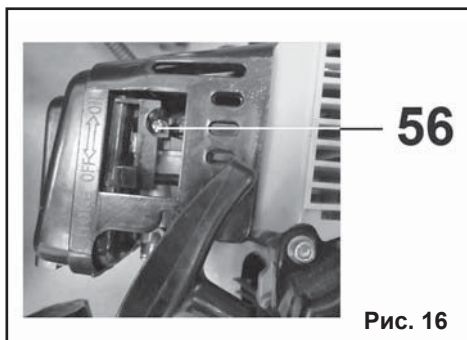

Рис. 16
8.3.2. Регулировка на холостом ходу (Рис. 16)
- Поверните или отверните винт (56) ре-